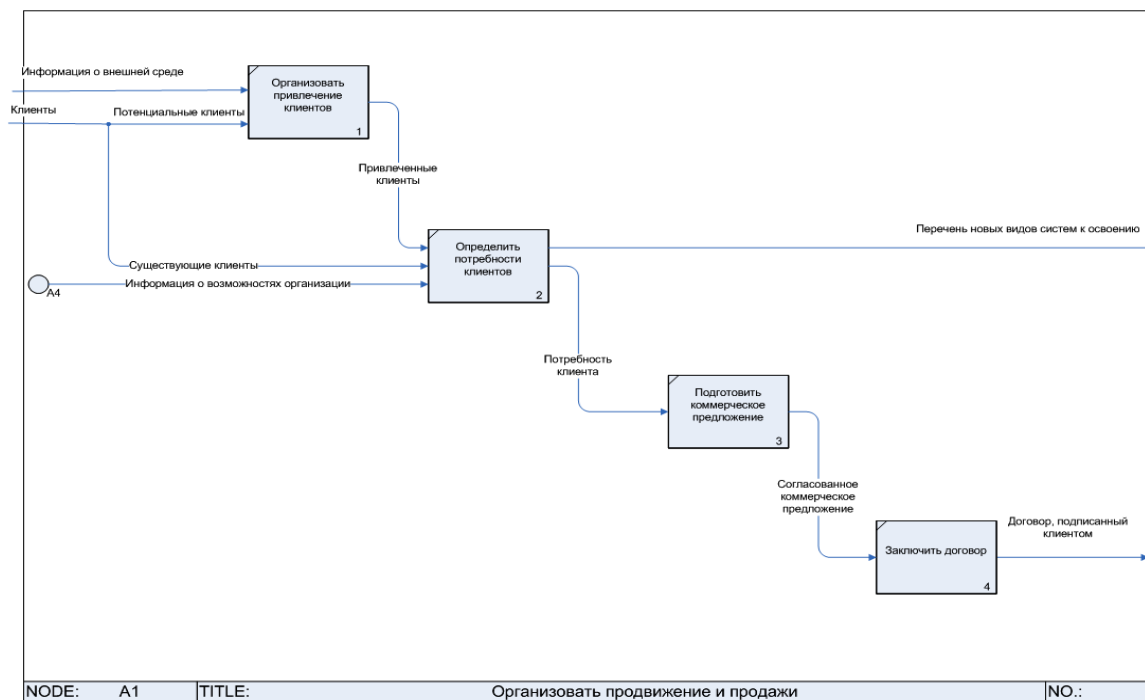

Рисунок 23 – Диаграмма декомпозиции 2-го уровня процесса *Организовать продвижение и продажи* в нотации IDEF0
**Задание 5.** Выполните декомпозицию 2-го уровня бизнес-процесса *Организовать продвижение и продажи* в нотации IDEF0 (рисунок 23).